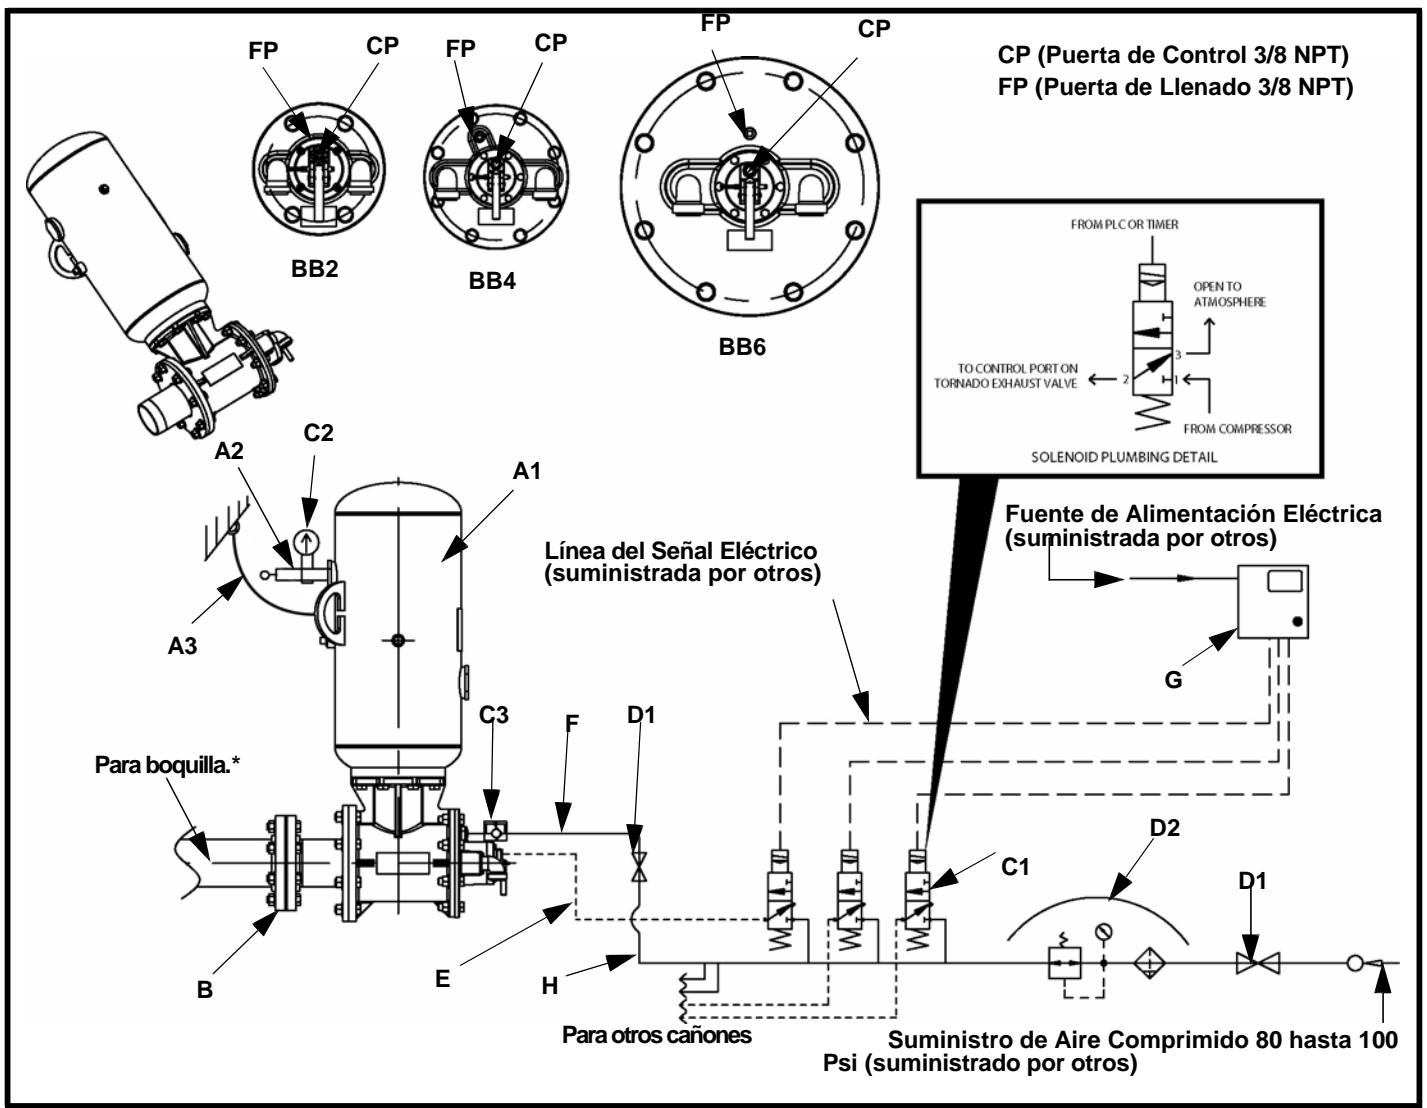

Figura 13. Detalle de la Tubería para Válvula Solenoide Normalmente Cerrada
- b. Si se utiliza una válvula solenoide normalmente abierta, conecte el orificio de salida de la válvula solenoide eléctrica de 3 vías (2) al orificio de control de la válvula de escape. Véase la Figura 13.